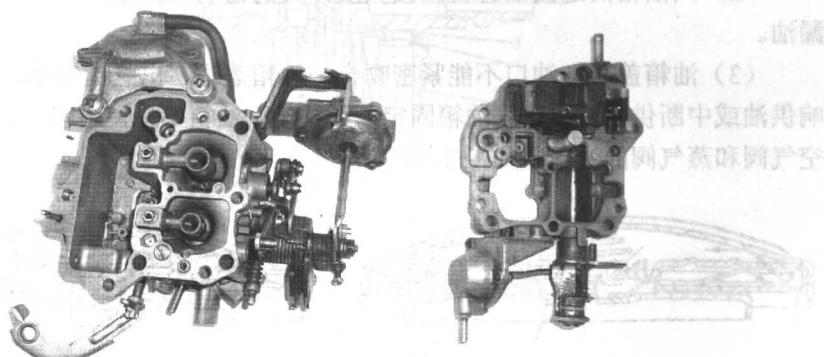

图1-1 化油器
- (1) 桑塔纳轿车（化油器型号：HEIHIN）1辆，手动真空泵1台，如图1-1所示。